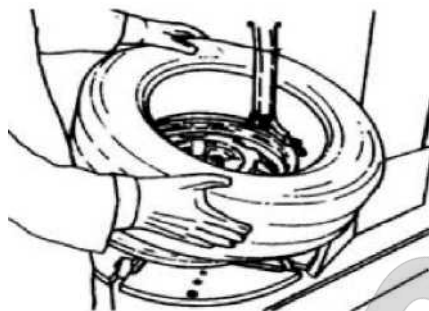

Рис. 10-5
- Распределите смазку или мыльную жидкость по кромке шины. Наклоните шину по отношению к диску и удерживайте переднюю часть по направлению вверх. Нажмите на педаль отклонения колонны (рис. 9-1, поз. 8) для возврата ее в исходное положение. Переместите монтажную головку до полного контакта с диском (рис. 10-3). Расположите левую часть кромки шины над задней частью головки, а правую часть - под монтажным пальцем (рис. 10-5).